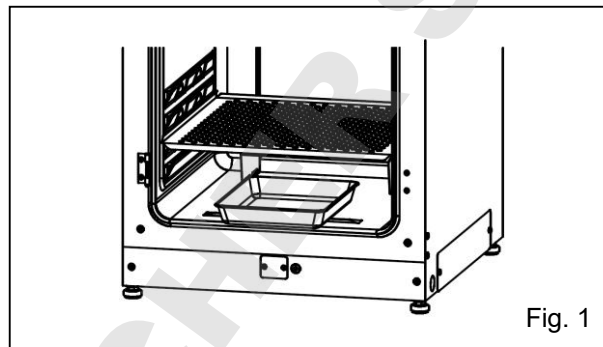

Fig. 1
1. Tirez le bac d'humidification vers vous. (Fig. 1)